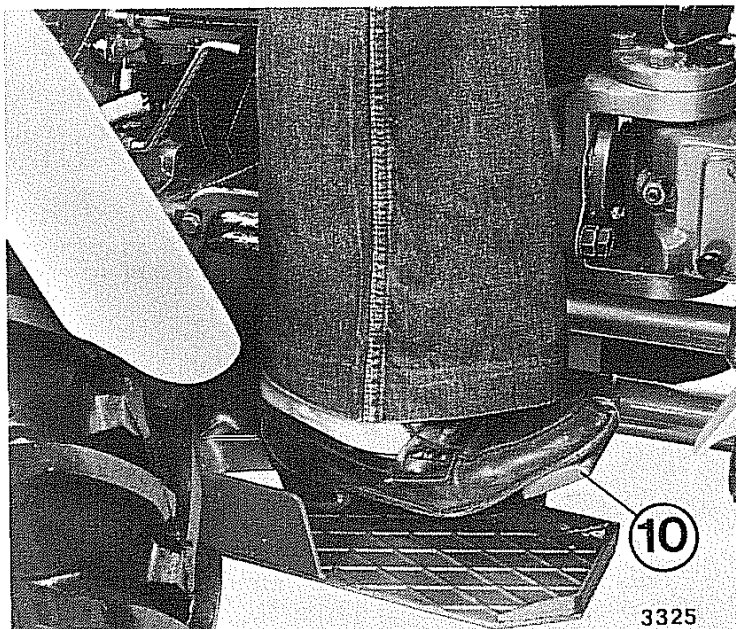

Fig. 13 - Frenatura di servizio
Di tipo meccanico con comando a pedale (10): agisce sulle ruote posteriori della trattrice (fig. 13).